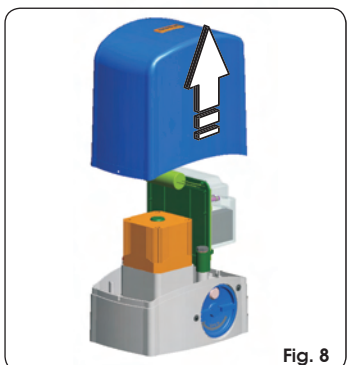

Fig. 8
- ① Stilare il carter di protezione tirandolo verso l'alto, Fig. 8.